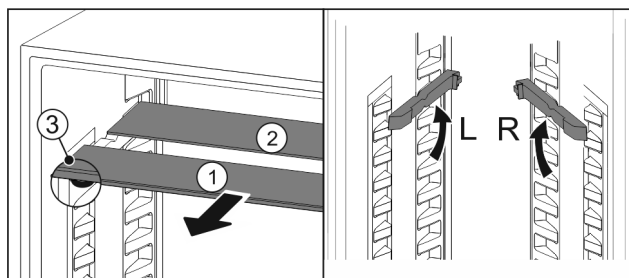

Fig. 68
- Vedä lasilevyt yksittäin etukautta ulos Fig. 68 (1).
- ▷ Koristelistalla varustettu lasilevy Fig. 68 (1) on edessä.
- ▷ Pysäyttimet Fig. 68 (3) osoittavat alaspäin.